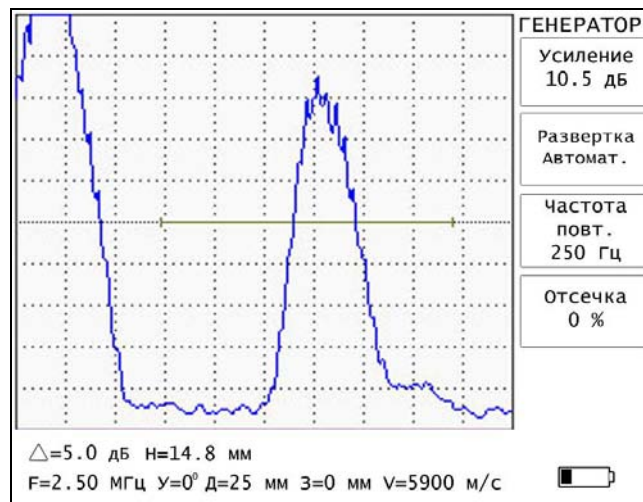

Рис. 5.7.
5.5.3. Меню «**ГЕНЕРАТОР**» содержит следующие параметры (рис. 5.7).